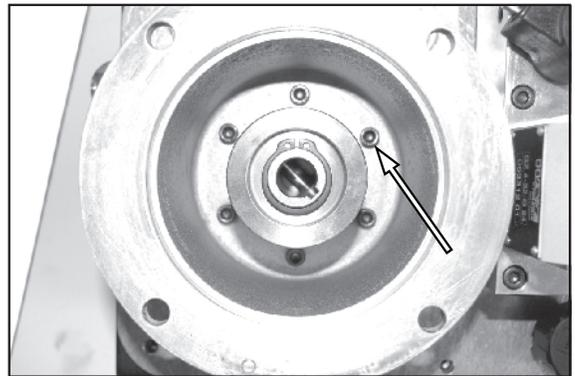

Figure 31.
2. Voir Figure 31. Enlevez les six boulons du support de moteur et le support.